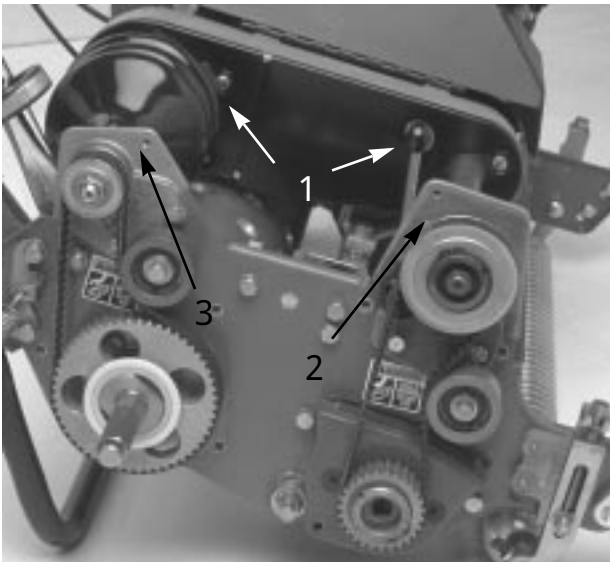

図 41
(カバーをハウジングに固定しているキャップスクリュを取ってカバーを開く；図41)
6. 前クラッチ・ハウジング（図41）をサイド・プレートに固定しているキャップスクリュとロックナット（各2）を取る。
8. 右後ベアリング・ハウジング（図41）をサイド・プレートに固定しているキャップスクリュ（各2）を取る。